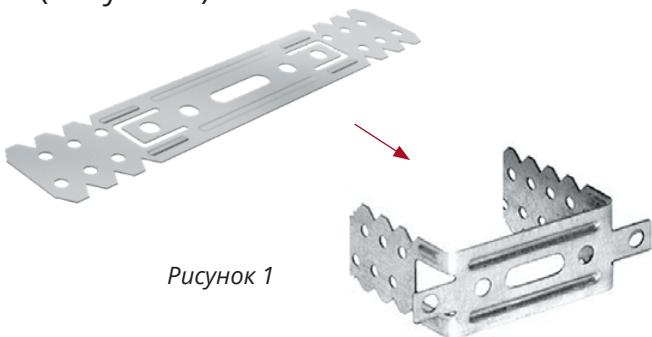

Рисунок 1
- Отогните края крепления под 90°, чтобы получилась симметричная буква «П» со средней полкой около 60 мм (Рисунок 1).